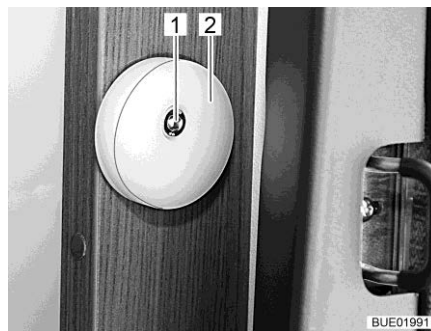

Bild 120 Styrning av höjbar säng
- Bulten (Bild 120,1) lossas.
- Inställning av styrskivan (Bild 120,2).
- Dra fast skruven (Bild 120,1).